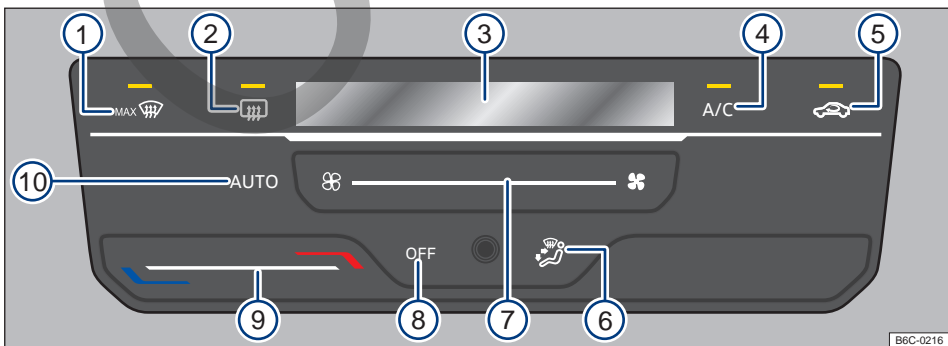

Fig. 81 Comandos del Climatronic.
- *Climatronic*: toque la superficie funcional **OFF** → **fig. 81 ⑧**.
Tocando la superficie funcional **AUTO** → **fig. 81 ⑩** se puede encender el modo automático del Climatronic.
El modo automático garantiza temperaturas constantes dentro del vehículo. La temperatura del aire, el volumen de aire y la distribución de aire se regulan automáticamente. El funcionamiento automático se apaga cuando la ventilación se cambia manualmente → **fig. 81 ⑦** o cambiando la distribución del aire a través de la superficie funcional → **fig. 81 ⑥**.
- *Climatronic*: toque el botón de función **A/C** → **fig. 81 ④** para encender y apagar la operación de enfriamiento.
- *Climatronic*: deslice el dedo debajo de la botón de función → **fig. 81 ⑨**.
En la pantalla del Climatronic → **fig. 81 ③** se indica la temperatura ajustada.
- *Climatronic*: deslice el dedo debajo de la botón de función → **fig. 81 ⑦**.
- *Climatronic*: tocar el botón de función **☞** → **fig. 81 ⑤**.
- *Climatronic*: tocar el botón de función → **fig. 81 ⑥** a la posición deseada, la distribución seleccionada se indicará en la pantalla **③**.
- *Climatronic*: tocar el botón de función **MAX ☞** → **fig. 81 ①**.
- *Climatronic*: tocar el botón de función  → fig. 81 .